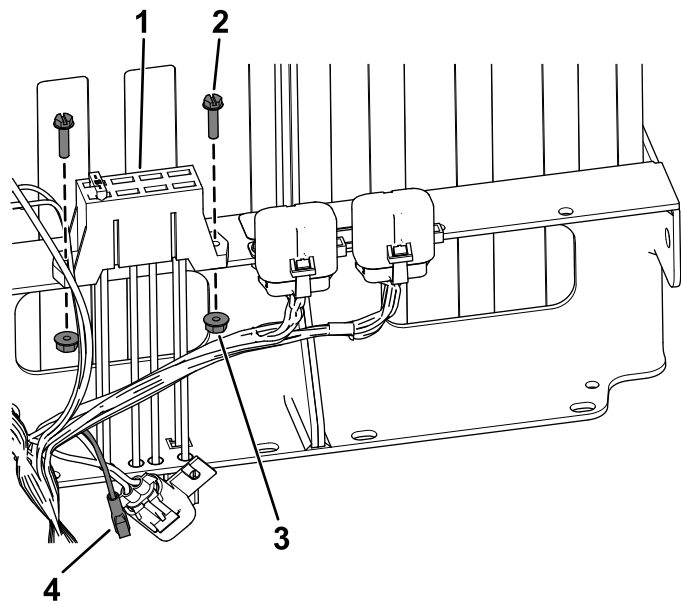

Figura 18
- **Para máquinas de 2019 y posteriores,** fije el nuevo bloque de fusibles con los 2 tornillos de cabeza hexagonal con arandela prensada (n.º 10 x 3/4") y las 2 tuercas dentadas (n.º 10) tal y como se muestra en la Figura 18.
2. **Para máquinas de 2019 y posteriores,** conecte el conector hembra en el arnés del bloque de fusibles nuevo (Figura 18).